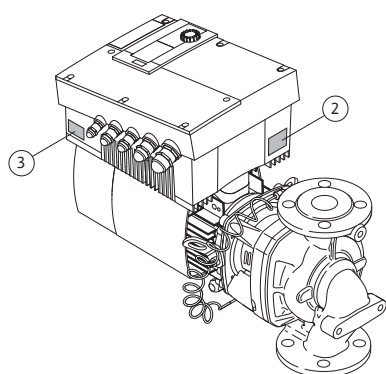

Fig. 12: Raspored natpisnih pločica:
- Natpisna pločica pogona se nalazi na elektronskom modulu, na strani kablovskih uvodnica (Fig. 12, poz. 3). Električni priključak treba izvesti u skladu sa podacima na natpisnoj pločici pogona.